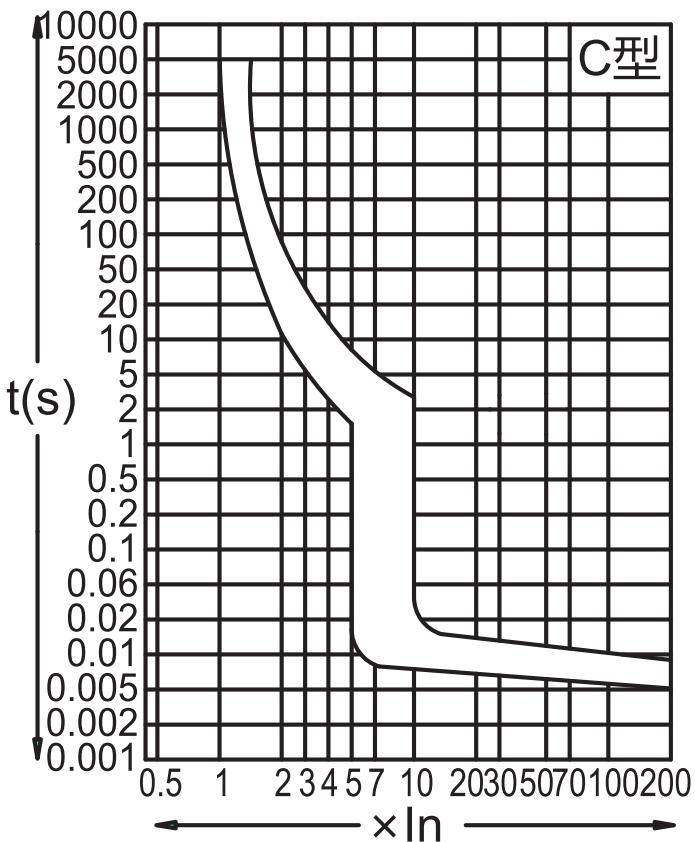
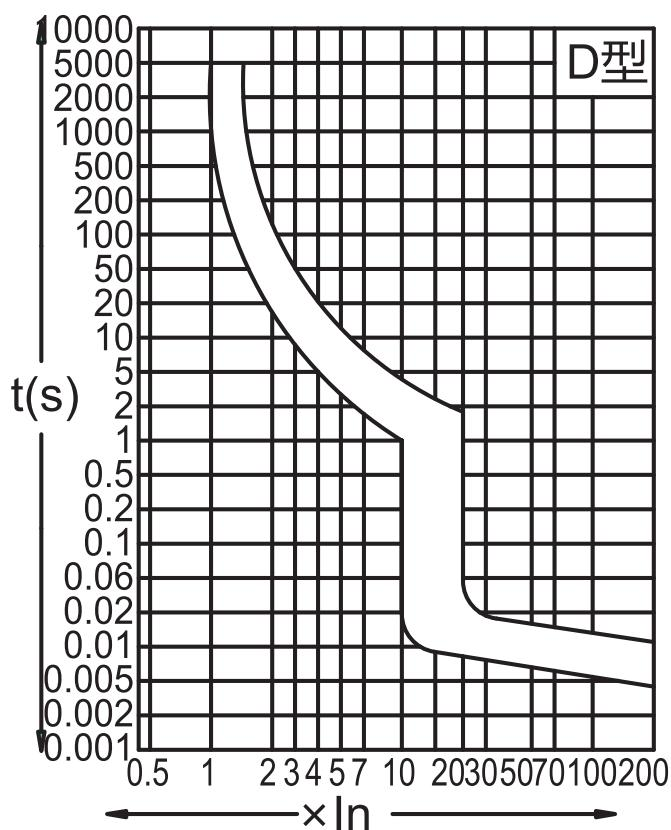

图1：C型热/电磁脱扣
图2：D型热/电磁脱扣
- 4.2 断路器的额定分断能力见表2，特性曲线见图1、图2。